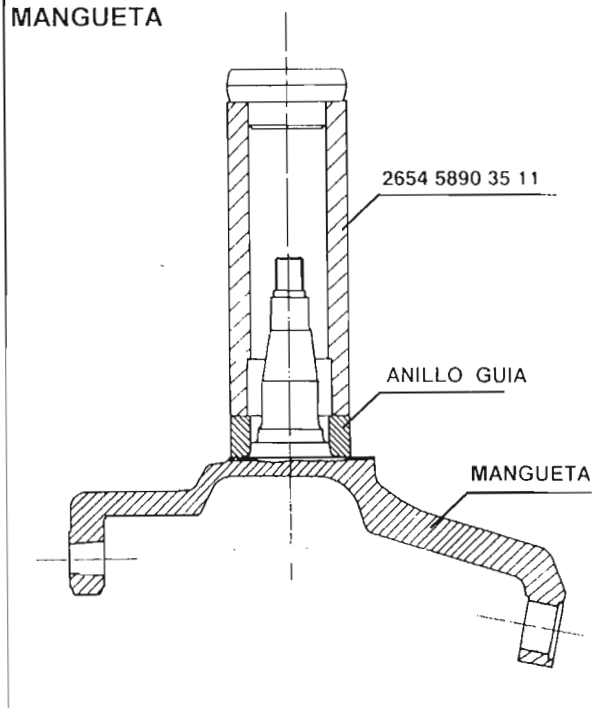

Fig. 3
- En el caso de que el anillo guía del retén de aceite se hubiera quitado anteriormente, monte un nuevo anillo en la mangueta utilizando la prensa y el impulsor N° 2654 5890 3511. Fig. 3